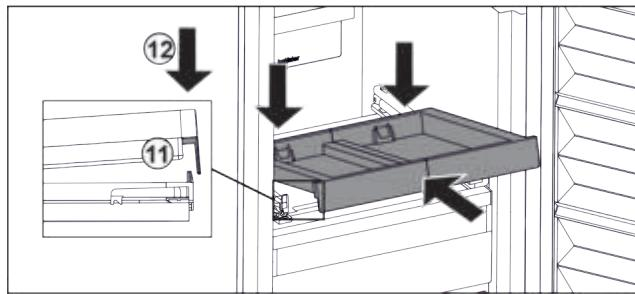

Fig. 88
- Вставити навколо. Звертайте увагу, щоб з обох боків упор був за накладкою. Fig. 88 (11)
- Витяжну панель опустити спереду. Fig. 88 (12)